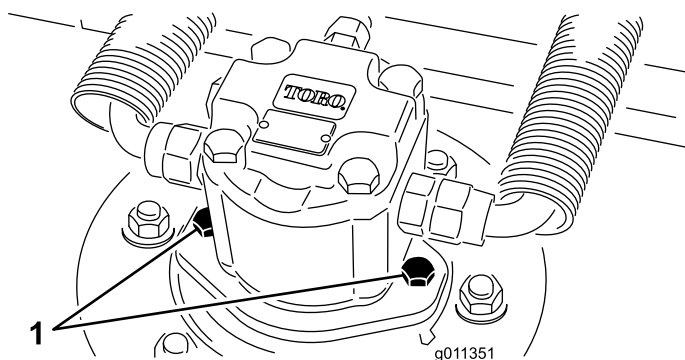

Figura 124
2. Scollegate e staccate il motore idraulico dall'apparato di taglio (Figura 124). Coprite la parte superiore del fusello per impedire che venga contaminato.
3. Montate il motore idraulico sull'apparato di taglio (Figura 124). Verificate che l'anello toroidale sia in sede e non sia danneggiato.